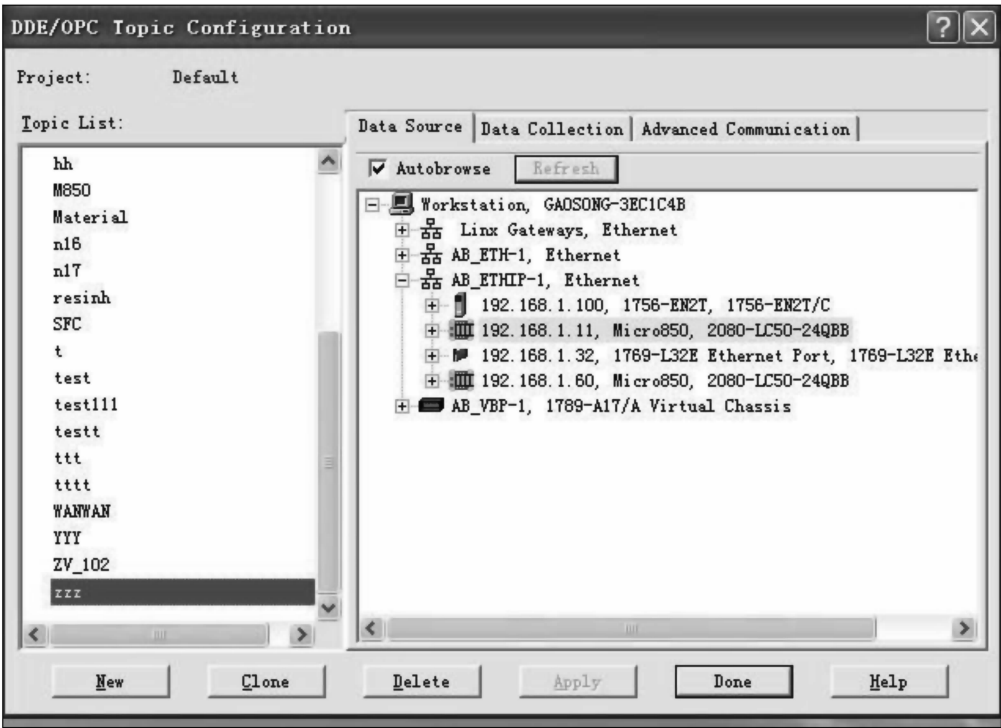

图 9-52 创建一个新的 NEW_Topic
3) 启动 RSLinx 软件，通过“DDE / OPC → Topic Configuration”选择 Micro850 (192.168.1.11)，然后单击“New”按钮创建一个新的 NEW_Topic，并命名为“zzz”，如图 9-52 所示。注意：RSLinx OEM 版本以上才支持 OPCS. Server 功能。